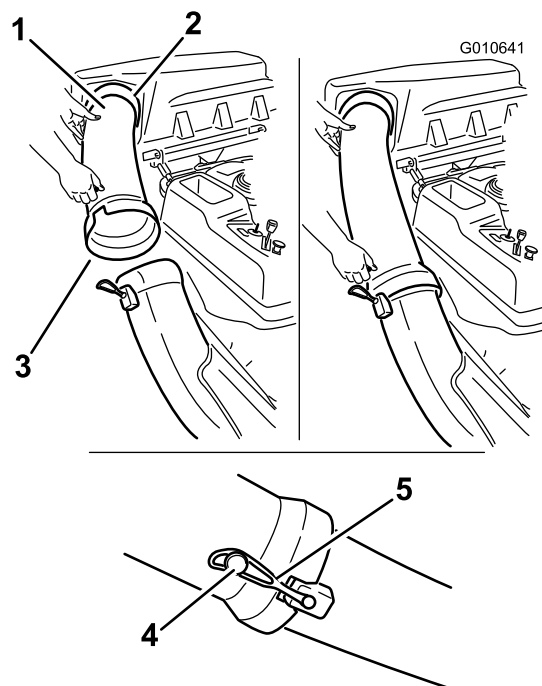

Figura 23
1. Inserite l'estremità curva del tubo di scarico nell'apertura prevista nel coperchio del sistema di raccolta (Figura 23).
2. Fate passare l'estremità svasata del tubo di scarico sopra l'estremità della guida di scarico. Portate il cinghiolo di gomma sopra il grano del tubo di scarico per ancorarlo con sicurezza (Figura 23).